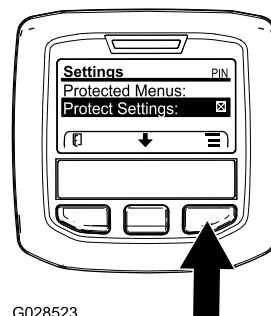

Figura 33
- Desde el MENÚ PRINCIPAL, use el botón central para desplazarse hacia abajo hasta el menú CONFIGURACIÓN y pulse el botón derecho (Figura 33).